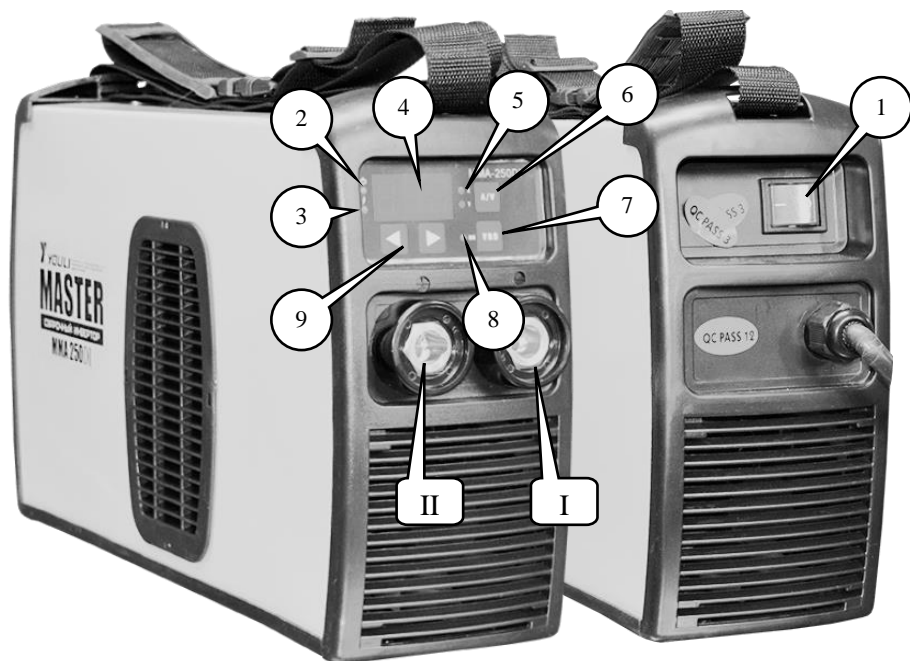

Рис. 1. Расположение органов управления и индикации.
- Подключить силовой разъем держателя электродов к разъему I (Рис. 1) сварочного аппарата.
- Подключить силовой разъем держателя электродов к разъему II (Рис. 1) сварочного аппарата.